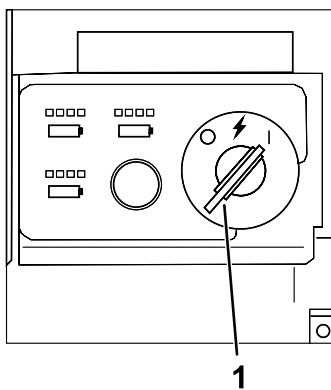

Figure 17
3. Tournez la clé à la position MARCHE pour démarrer la machine (Figure 17).